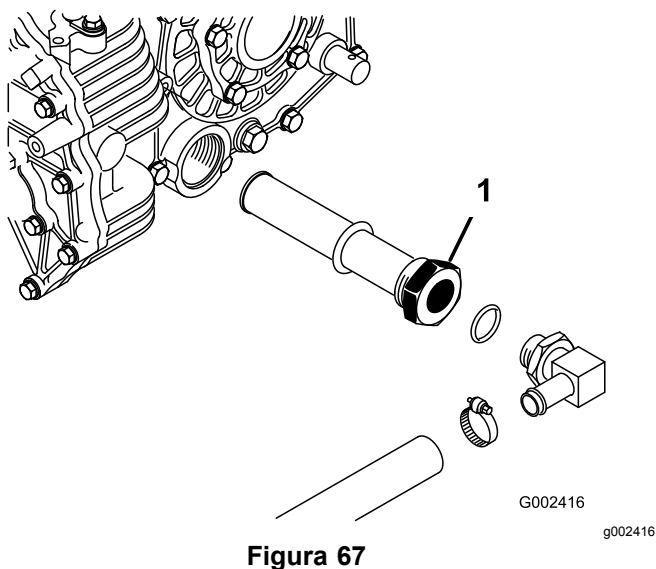

Figura 67
3. Annotatevi l'orientamento del flessibile idraulico e del raccordo a 90° collegati al filtro sul fianco del serbatoio (Figura 67).